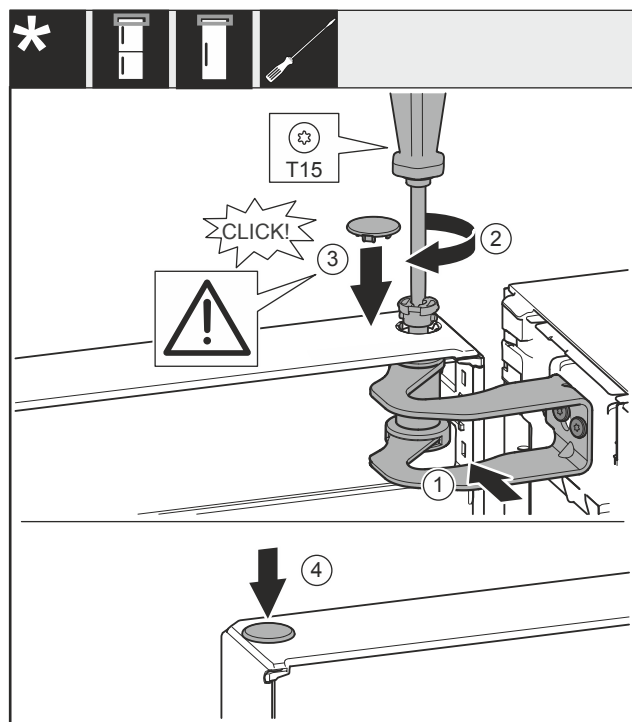

Fig. 59
- Allineare la porta all'apertura nella staffa di supporto Fig. 59 (1).
- Inserire i perni Fig. 59 (2) e stringerli con un cacciavite.
- Inserire la copertura Fig. 59 (3).
- Controllare che la copertura Fig. 59 (3) poggi sulla porta.
- Inserire la copertura Fig. 59 (4).